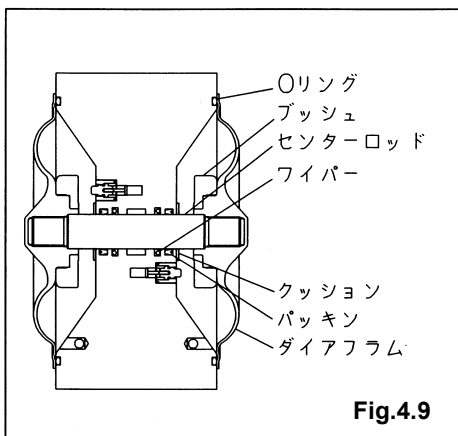
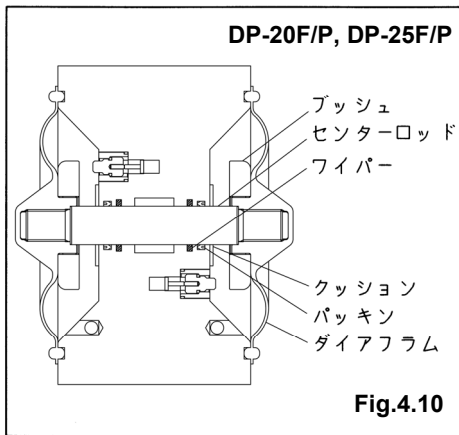

Fig.4.9
Fig.4.10
- ・ダイアフラムにブッシュを取付ける。[Fig.4.9、Fig.4.10]